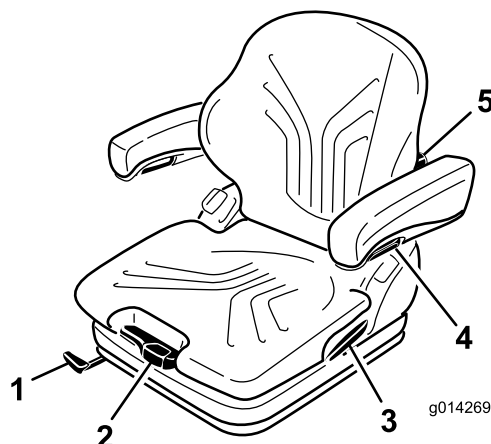

Figura 31
O banco é ajustado ao peso do condutor puxando ou carregando na alavanca de ajuste de peso (Figura 31).
1. Para ajustar, desloque a alavanca para cima e desbloqueie o banco (Figura 31).
Rodando o manípulo de ajuste para cima, a curvatura na parte superior da almofada do apoio lombar pode ser ajustada. Rodando o manípulo de ajuste para baixo, a curvatura na parte inferior da almofada do apoio lombar pode ser ajustada (Figura 31).
Para ajustar a altura dos apoios dos braços, separe a tampa redonda (Figura 31) da cobertura, desaperte a porca hexagonal (13 mm) por detrás e ajuste os apoios dos braços para a posição desejada e aperte a porca. Substitua a tampa na porca.
Para ajustar o ângulo dos apoios dos braços, rode o manípulo de ajuste (Figura 31).
Puxe a alavanca de bloqueio para libertar o trinco do apoio lombar (Figura 31). Ao libertar o trinco do apoio lombar, não aplique força no apoio pressionando contra ele.